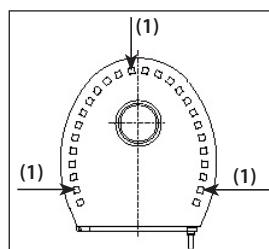
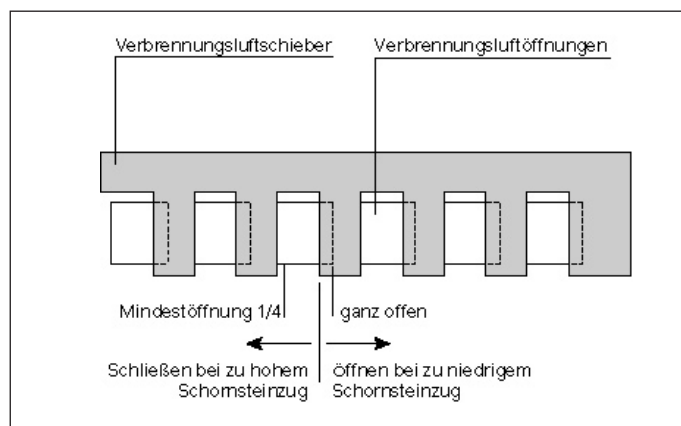

Abb. 8
Abb. 9
Notwendig ist dies zum Beispiel bei zu hohem oder zu niedrigem Schornsteinzug. Zum Anpassen der Verbrennungsluftquerschnitte muß der Feuerraumdeckel des Mister X abgenommen werden. Hierzu die Befestigungsschrauben im Feuerraumdeckel von oben über die Konvektionsluftöffnungen (1) lösen und den Feuerraumdeckel abnehmen (siehe Abb. 8). In der Grundeinstellung ist der Verbrennungsluft-schieber  $\frac{3}{4}$  geöffnet. Die Mindestöffnung darf unter allen Umständen  $\frac{1}{4}$  nicht unterschreiten, da sonst dem Feuer zu wenig Sauerstoff zugeführt wird (siehe Abb. 9). Die Klemmschraube des Verbrennungsluft-schiebers öffnen und die Schieberstellung mittels Probefeuier bestimmen. Klemmschraube wieder anziehen und Feuerraumdeckel montieren.